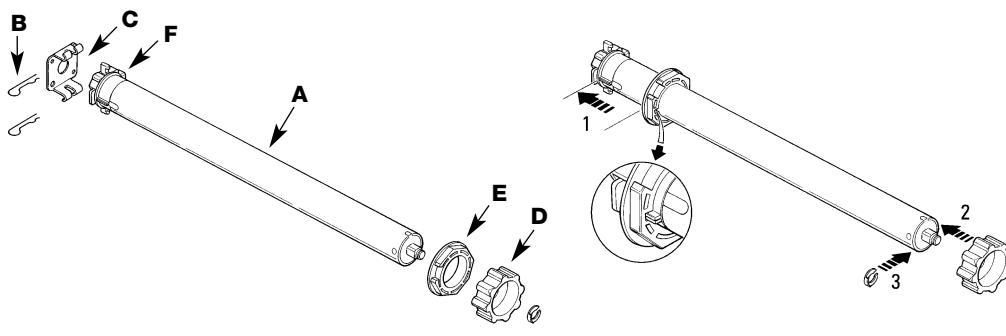

Abb. 4
2. Die Halterung **[C]** in Abbildung 4 korrekt befestigen. Achtung: zwischen Halterung und Rolle wird der Raum für den Motorkopf benötigt.